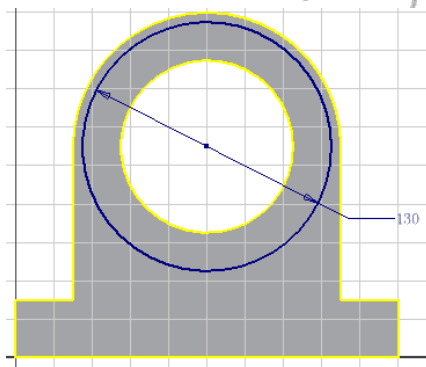

图 7-31 绘制拉伸草图
①与步骤 06 相同，在零件的侧面上新建草图，绘制沉头孔的拉伸草图并进行尺寸标注，如图 7-31 所示。